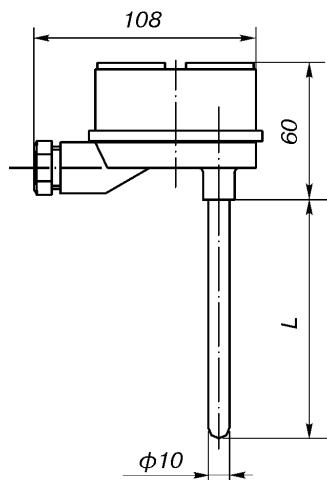
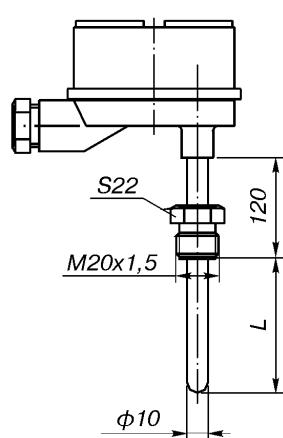
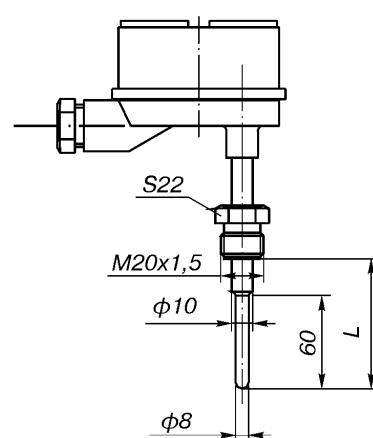

Рис.1.
Рис.2 (ост.см.рис.1).
Рис.3 (ост.см.рис.1).
**Назначение:** термопреобразователи сопротивления платиновые **ТСП Метран-206 по рис. 1, 2, 3, 6, 7** предназначены для измерения температуры жидких и газообразных химически неагрессивных сред, а также агрессивных, не разрушающих материал защитной арматуры.
**Материал соединительной головки:** алюминиевый сплав (рис. 1а-3а, 1б-3б).
Рис.1а.
Рис.2а (ост.см.рис.1а).
Рис.3а (ост.см.рис.1а).
**Диапазон измеряемых температур, класс допуска, схема соединений, количество чувствительных элементов, длина монтажной части (для рис. 1, 2, 3; 1а, 2а, 3а; 16, 26, 36).**